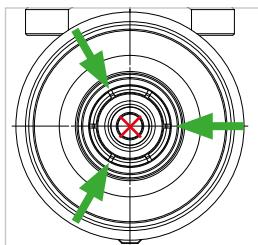

Abbildung 10
Hinweis: Achten Sie darauf, dass kein Reinigungsmittel in den Gaskanal (Abbildung 10) gelangt.
- ▶ Geben Sie je einen kurzen Sprühstoß mit dem Zielröhrchen zwischen jede zweite Spannzange (Abbildung 10).
Achtung: Der Schmierstoff darf nicht in den Gaskanal gelangen (Abbildung 10).